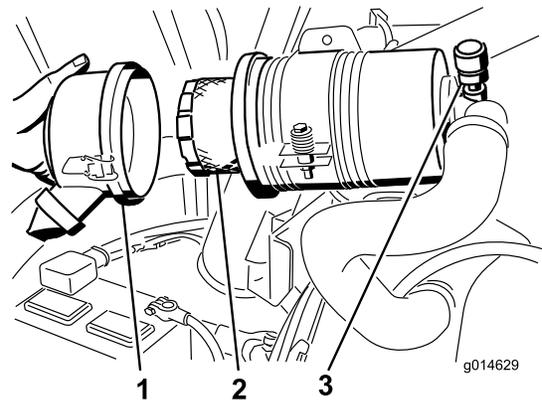

Figure 47
- Déposez et remplacez le filtre (Figure 47).